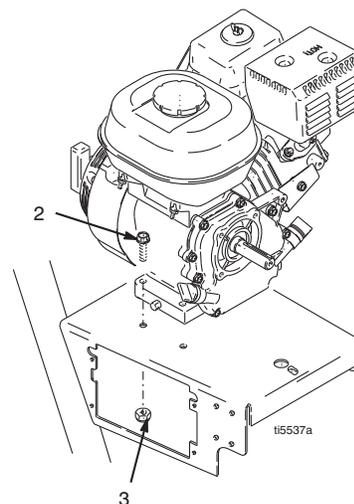

FIG. 12
3. FIG. 12. Saque las dos contratuercas (3) y los tornillos (2) de la base del motor.
2. FIG. 12. Instale los dos tornillos (2) en la base del motor y sujételo con las contratuercas (3). Apriete a un par de 20 ft-lb (27.12 N·m).